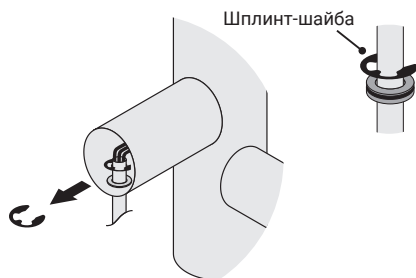

Рис.6
4.2.3. Если необходимо перенести сетевой шнур на другую сторону изделия, для этого нужно, снять шплинт-шайбу (рис. 6). Шплинт-шайба фиксирует шнур в резиновом кольце для избежания его вытягивания из модуля.